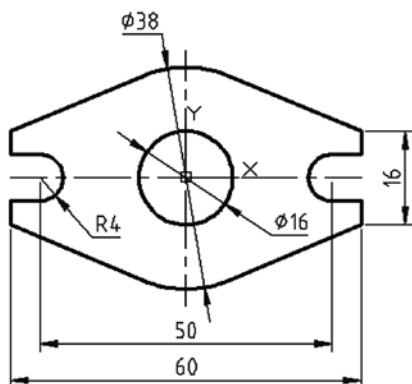

图 10-2 绘制二维图形
2) 绘制二维图形。综合使用“直线”按钮、“圆”按钮、“偏移”按钮及“修剪”按钮等工具命令，在 XY 平面中完成如图 10-2 所示的二维图形。完成所需的二维图形后，可以将作为辅助线的中心线删除掉。